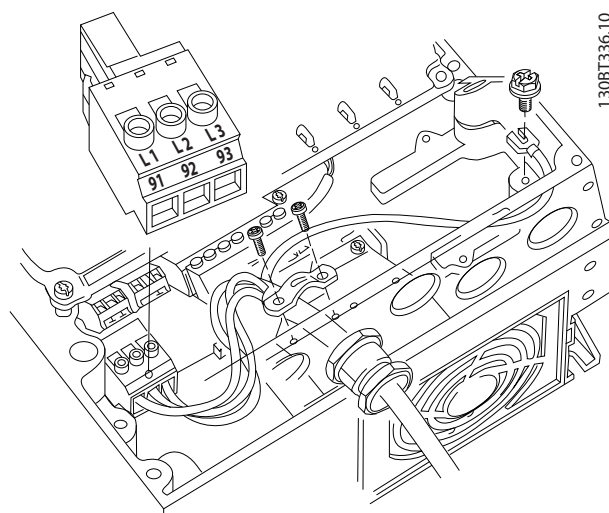

Bild 2.11 Anslutning till nätet (växelström)
- Anslut 3-fas växelströmkablar till plint L1, L2 och L3 (se Bild 2.11).